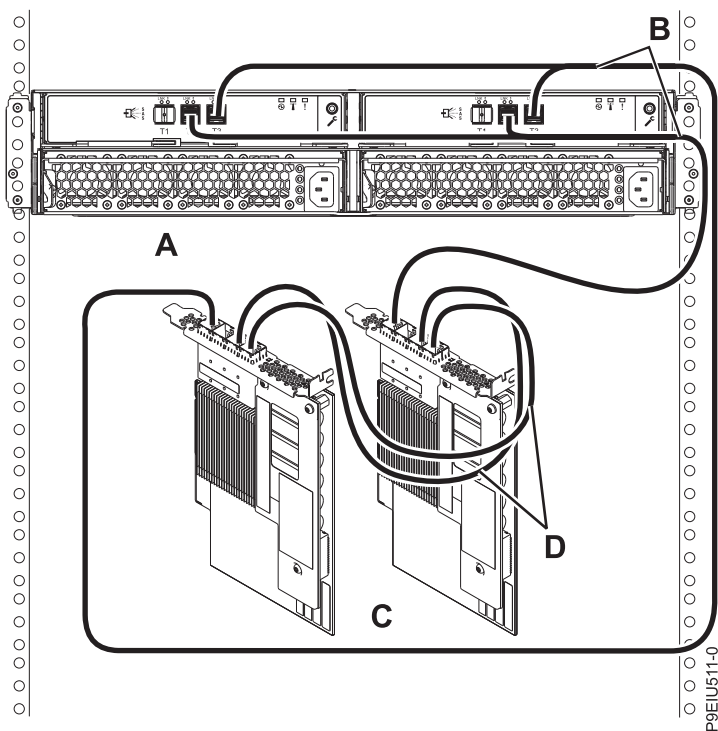

図 15. AA ケーブル付きの 1 対の FC EJ0L SAS アダプター・ペアまたは FC EJ14 SAS アダプター・ペアへの YO12 ケーブルを使用した、1 台の ESLL ストレージ・エンクロージャーまたは ESLS ストレージ・エンクロージャーのモード 1 接続
15. 19 ページの図 15 に示すように、アダプター間 (AA) ケーブル (D) 付きの 1 対の FC EJ0L アダプター・ペアまたは FC EJ14 SAS アダプター・ペア (C) への YO12 ケーブル (B) を使用して 1 台のエンクロージャー (A) のモード 1 接続を実行してから、27 ページの『ケーブルと電源コードの接続およびカバーの取り付け』に進みます。